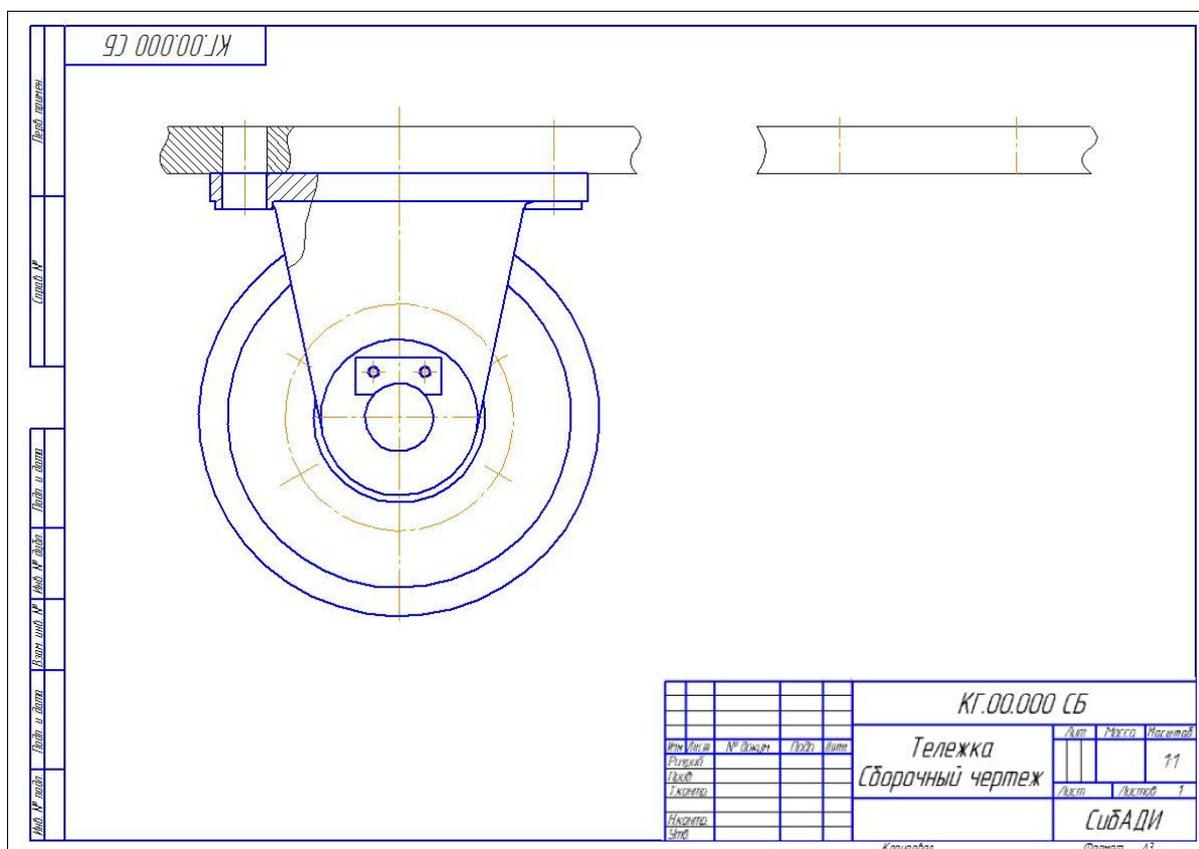

Рис. 4.1. Заготовка сборочного чертежа изделия «Тележка»
- Откройте заготовку сборочного чертежа изделия, которая находится в папке «... \Тележка СБ\заготовка Тележка Сборочный чертеж \_ КГ.00.000 СБ» (рис. 4.1).